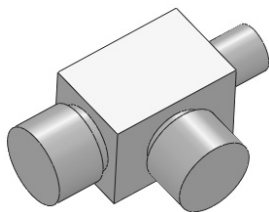

图 7-56 创建球头螺柱基体
8) 创建球头螺柱基体。单击“特征”控制面板中的（拉伸凸台/基体）按钮，或选择菜单栏中的“插入”→“凸台/基体”→“拉伸”命令，在弹出的“凸台-拉伸”属性管理器中设置拉伸终止条件为“给定深度”，在（深度）文本框中输入“12.5”，其他选项保持系统默认设置，单击（确定）按钮，生成球头螺柱基体，如图7-56所示。